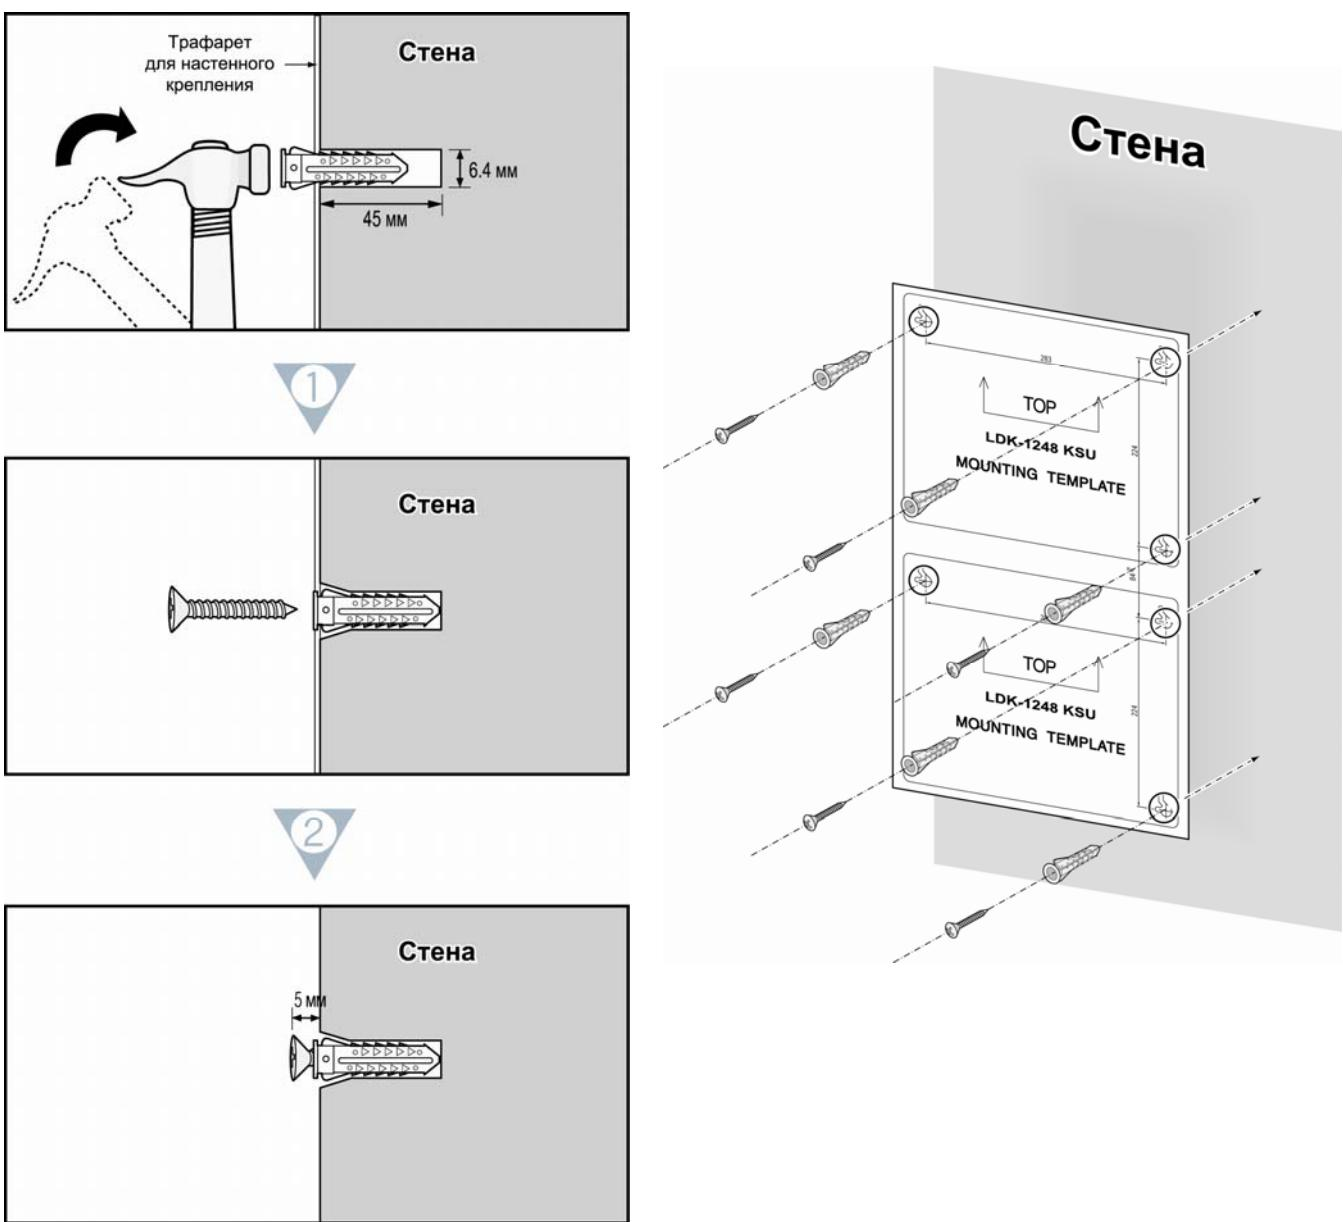

Рис. 3.3.2.1а Установка трафарета для настенного монтажа
- Закрепите в стене 3 дюбеля, используя трафарет для настенного крепления, поставляемый в комплекте с системным блоком (Рис. 3.3.2.1а). Возможна установка блока расширения, как в вертикальном, так и в горизонтальном положении.